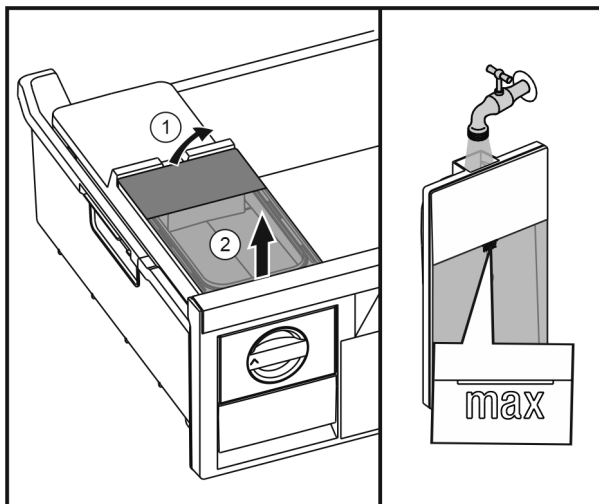

Fig. 30
- ▶ Podnieść zbiornik wody od tyłu Fig. 30 (1) i wyjąć go do góry Fig. 30 (2).